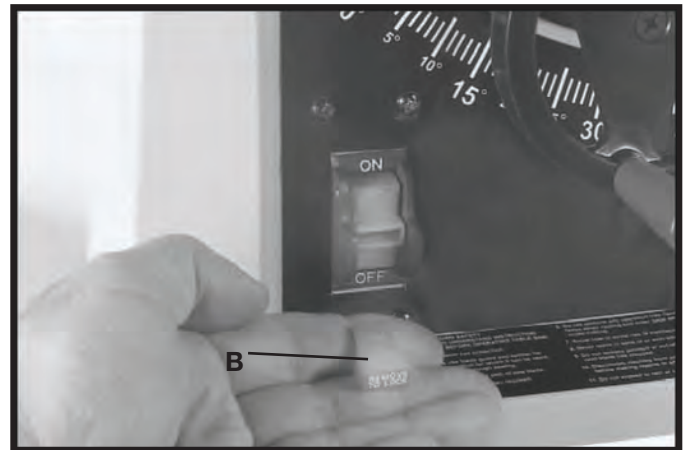

Fig. 28
IMPORTANTE: Cuando la herramienta no se utilice, bloquee el interruptor en la posición de “APAGADO” (OFF) para prevenir el uso no autorizado. Para bloquear la herramienta, tome la palanca del interruptor (B) y hale del interruptor hacia afuera (Fig. 28). Al quitar la palanca del interruptor (B), éste no operará. Sin embargo, si se extrajera la palanca del interruptor mientras la sierra está funcionando, la máquina se puede “APAGAR”, pero no se puede volver a encender sin reinsertar la palanca del interruptor (B).